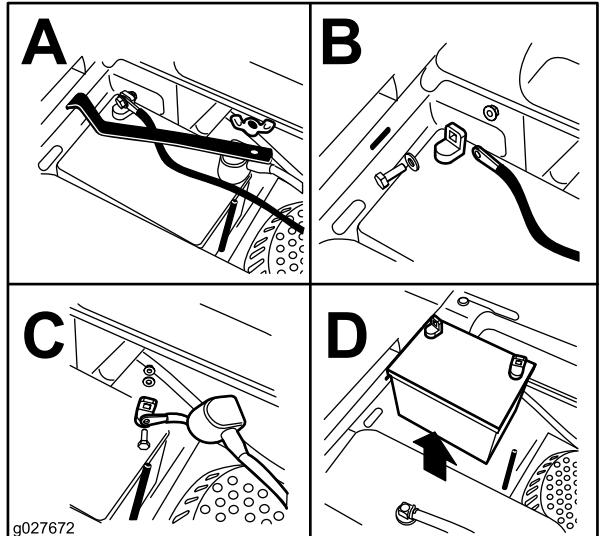

Figura 43
3. Retire la tuerca de orejeta que sujeta la abrazadera de la batería (Figura 43).
4. Retire la abrazadera (Figura 43).
5. Primero desconecte el cable negativo (negro) del borne negativo (-) (negro) de la batería (Figura 43).
6. Retire la cubierta de goma roja del borne positivo (rojo) de la batería y retire el cable positivo (+) (rojo) (Figura 43).
1. Coloque la batería en la bandeja con los bornes en el lado opuesto del depósito de combustible (Figura 43).
4. Fije los cables con 2 pernos, 2 arandelas, y 2 contratuerca (Figura 43).
6. Instale la abrazadera y sujétela con la tuerca de orejeta (Figura 43).